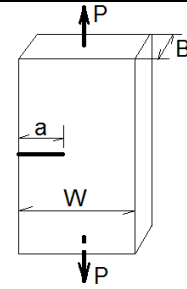

Figura 4
4. Figura 4 é a esquema de ensaio para determinação da tenacidade da fratura do material. A amostra contém uma trinca passante na borda de comprimento $2a$. Sabe-se $a=2"$, $W=8"$ e $B=0,5"$. Quando a carga P chega 120000 lb, a trinca começa propagar. Qual é o valor da k_{IC} para o material?